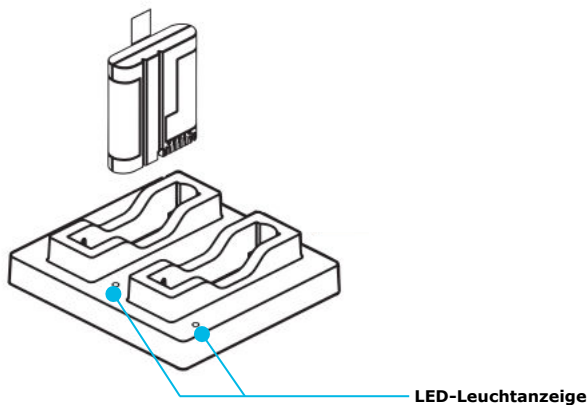

Abbildung 22 Batterie-Ladegerät und Batterie
- Die LED-Anzeige (siehe Abbildung 22) wechselt von rot zu orange zu grün zu aus und zeigt damit an, dass das Ladegerät einsatzbereit ist.